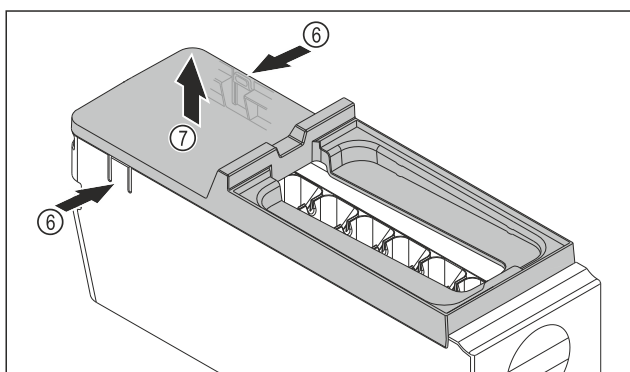

Fig. 79
- Wyjmowanie osłony korpusu EasyTwist-Ice: Docisnąć jedną ręką nakładki Fig. 79 (6) po obu stronach korpusu EasyTwist-Ice.
- Drugą ręką wyjąć osłonę Fig. 79 (7) ku górze.